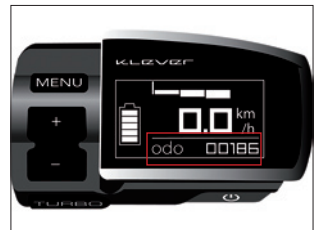

Bild 8
**odo:** Gesamtkilometer (Bild 8; Beispiel 186km).